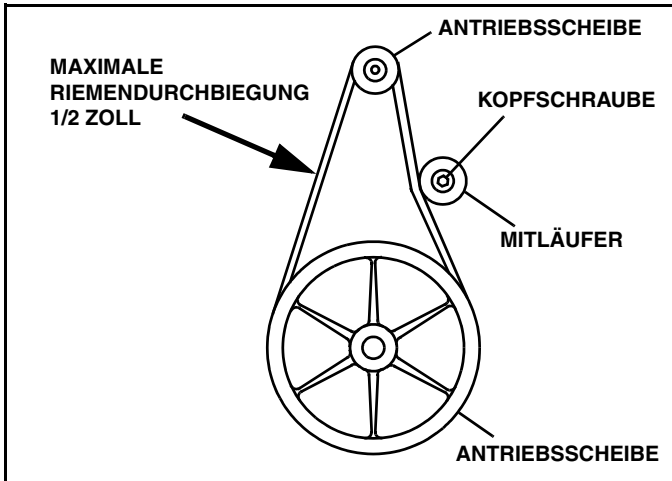

Abb. 1-2
7. Die Kopfschraube/Mutter, die den Riemenspanner an der Querstrebe hält, lösen. (Siehe Abb. 1-2)
8. Die Mitläuferscheibe so einstellen, dass der Riemen gegenüber dem Mitläufer einen 1/2 Zoll Durchbiegung hat. (Siehe Abb. 1-2)